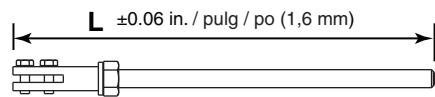

FIG. 3 : Side View / Vista lateral /
- Mount the circuit breaker and insulator (21) as shown in Figure 3. Fasten with the insulated screws (22) supplied with the circuit breaker.
- Mettre la manette à bascule du disjoncteur à la position de marche (I). (Noter que dans les directives fournies avec le disjoncteur, la *manette à bascule* du disjoncteur est appelée la *manette* du disjoncteur.)
- Monter le disjoncteur et l'isolateur (21) comme indiqué à la figure 3. Attacher à l'aide des vis isolées (22) fournies avec le disjoncteur.
2. Insert the stiffener coupling (18) through the side of the handle stiffener bracket (19) at point O. See Figure 3.
3. Unscrew the stiffener rod (16) until it aligns with the stiffener coupling, then connect them with a cotter pin (20). Tighten the nut against the stiffener bracket.
4. With the handle in the On position, thread the operating rod (14) into the drive pin (12) until the holes in the operating rod coupling (Q) align with the holes in the handle linkage.
5. Attach the operating rod coupling to the handle linkage with two bolts (15).
1. S'assurer que le mécanisme et la manette de fonctionnement sont en position de marche (I).
2. Insérer le coupleur de renfort (18) dans le côté du support de renfort de la manette (19) au point O. Voir la figure 3.
3. Dévisser la tige de renfort (16) jusqu'à ce qu'elle s'aligne avec le coupleur de renfort, puis les raccorder à l'aide d'une goupille fendue (20). Serrer l'écrou sur le support de renfort.
4. La manette étant en position de marche (I), visser la tige de fonctionnement (14) dans la goupille d'entraînement (12) jusqu'à ce que les trous du coupleur (Q) de la tige de fonctionnement s'alignent avec les trous de la tringle de la manette.
5. Fixer le coupleur de la tige de fonctionnement à la tringle de la manette à l'aide de deux boulons (15).
Repeat the test as necessary until the circuit breaker resets and operates to the On and Off positions.</p> <p>4. Install the handle return spring (27) as shown in Figure 3.</p> | <p>b. Si es necesario, coloque la palanca en la posición de cerrado (I/On) y vuelva a localizar la placa de ajuste para aumentar el recorrido del restablecimiento.
Répéter l'essai au besoin jusqu'à ce que le disjoncteur se réarme et passe aux positions de marche (I) et d'arrêt (O).</p> <p>4. Installer le ressort de rappel de la manette (27) comme indiqué à la figure 3.</p> |